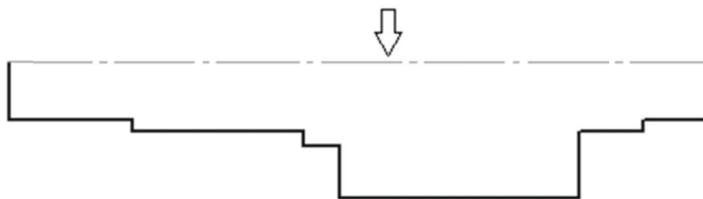

Рис. 7.3
- Измените стиль ГОРИЗОНТАЛЬНОГО отрезка с **Основной** (линии) на **Осевую**. Этот отрезок будет выполнять роль оси вращения (рис. 7.3).